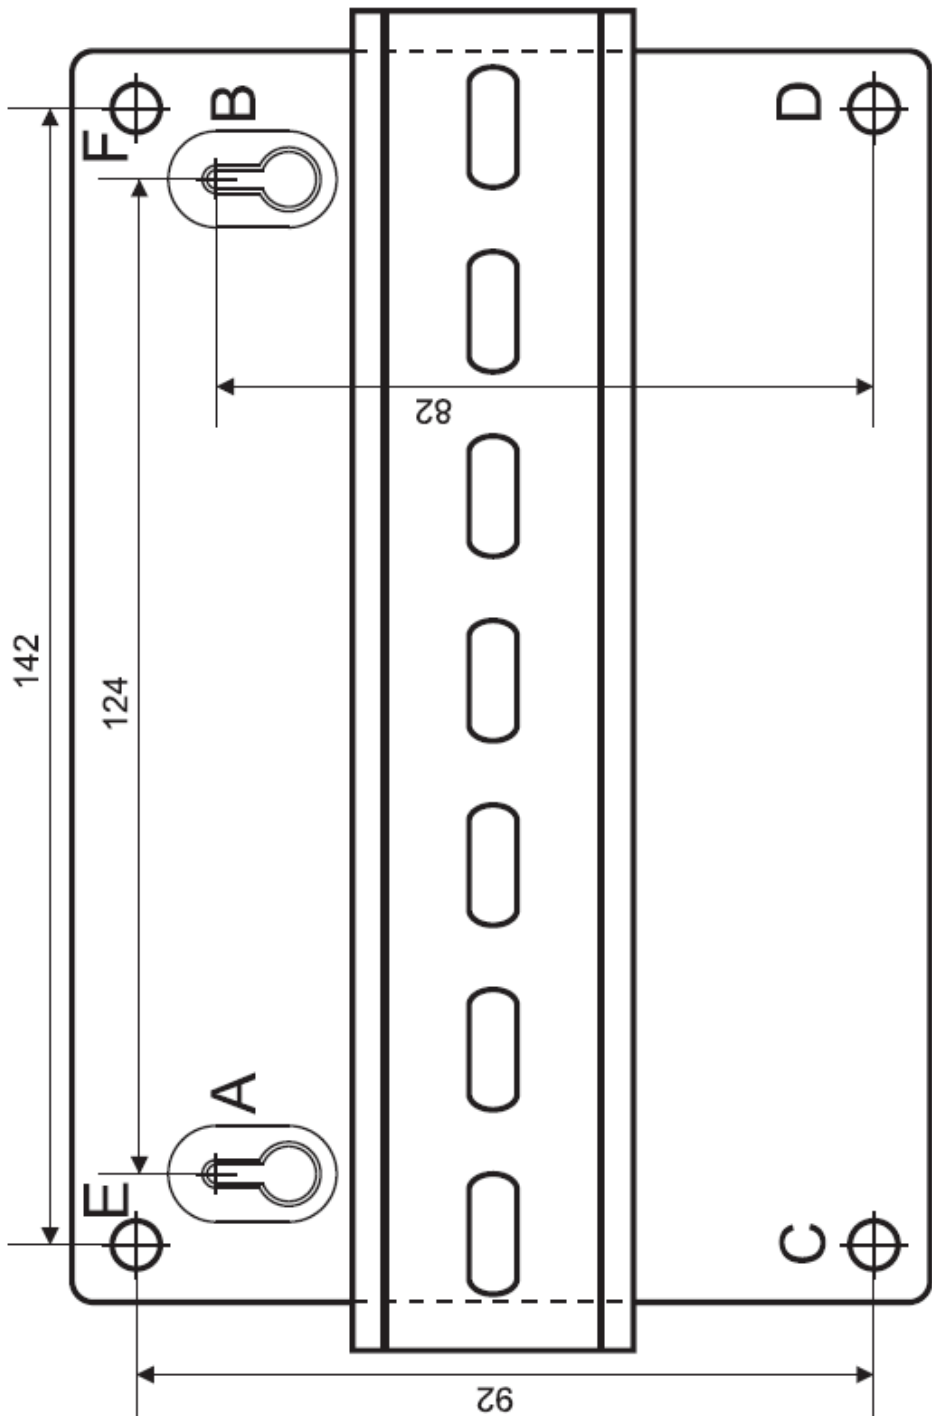

Рисунок 8. Шаблон для монтажа
3.2.3 **Вариант 1.** Приложите к стене шаблон для монтажа (рис. 8). Просверлите 3 отверстия (А, В и на выбор С или D).
3.2.7 **Вариант 2.** Приложите к стене шаблон для монтажа (рис. 8). Просверлите 3 отверстия (Е, F и на выбор С или D).